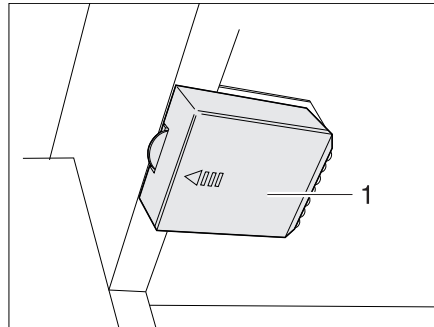

Bild 279 Klädskåpslampan med lysdiod, stängt batterifack
- Skjut på locket (Bild 279,1) i pilens riktning.